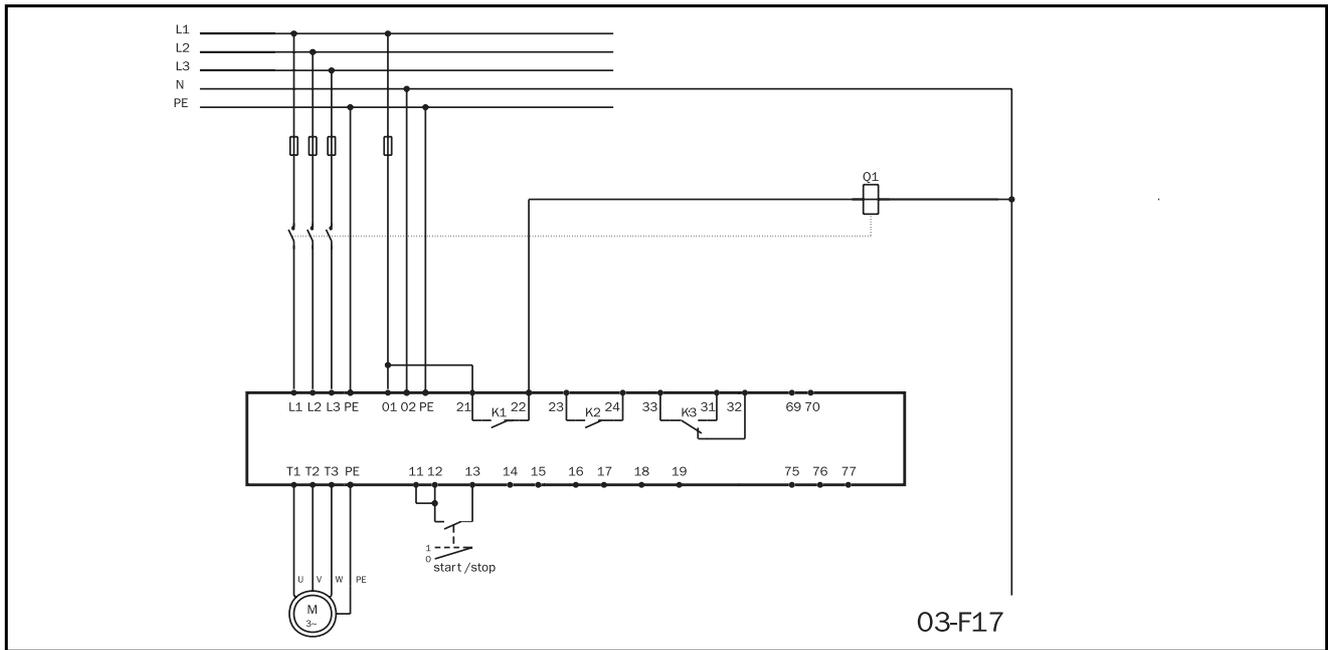

Abb. 6 Standardverdrahtung.
- Motor entsprechend Abb. 6 anschliessen.